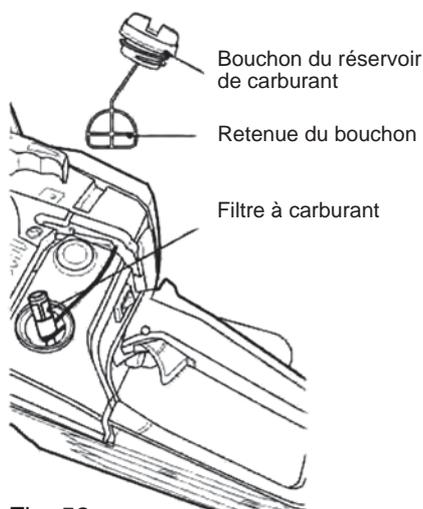

Fig. 52
- > Le réservoir de l'appareil est équipé d'un filtre situé à l'extrémité libre du tube à carburant (Fig. 52).